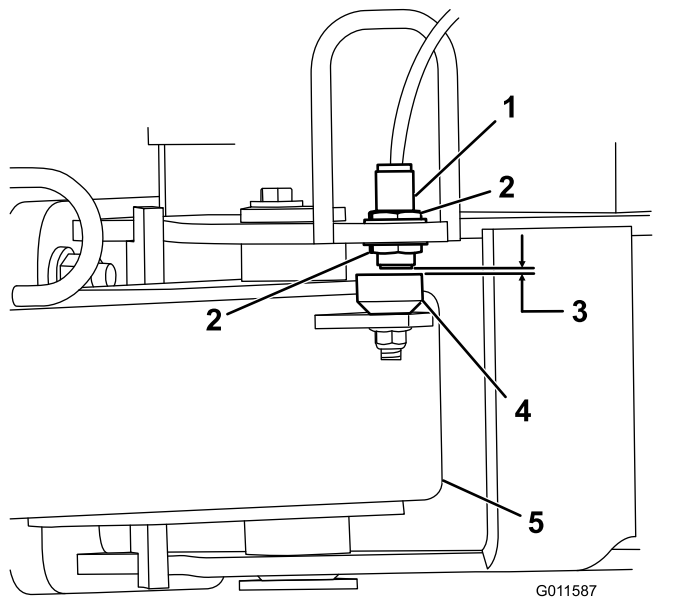

Рисунок 4
5. Ослабьте контргайки, крепящие бесконтактный переключатель к раме, и опустите переключатель так, чтобы он находился на расстоянии 2,6–4,0 мм от пластины датчика на буксировочной штанге (Рисунок 4). Затяните контргайки для фиксации выполненной регулировки.